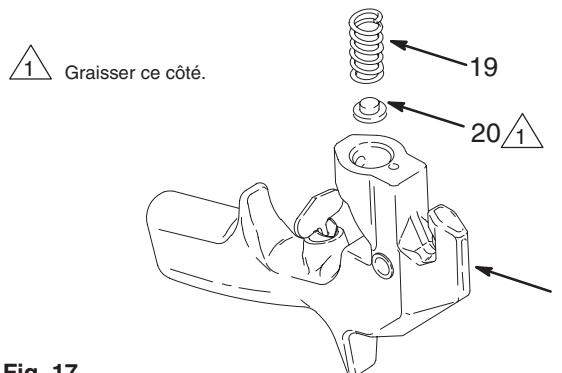

Fig. 17
- Si le ressort (19) a été retiré, graisser le système de réglage du ressort (20) et placer le ressort. Monter l'ensemble dans le corps du pistolet (1). Voir Fig. 17.